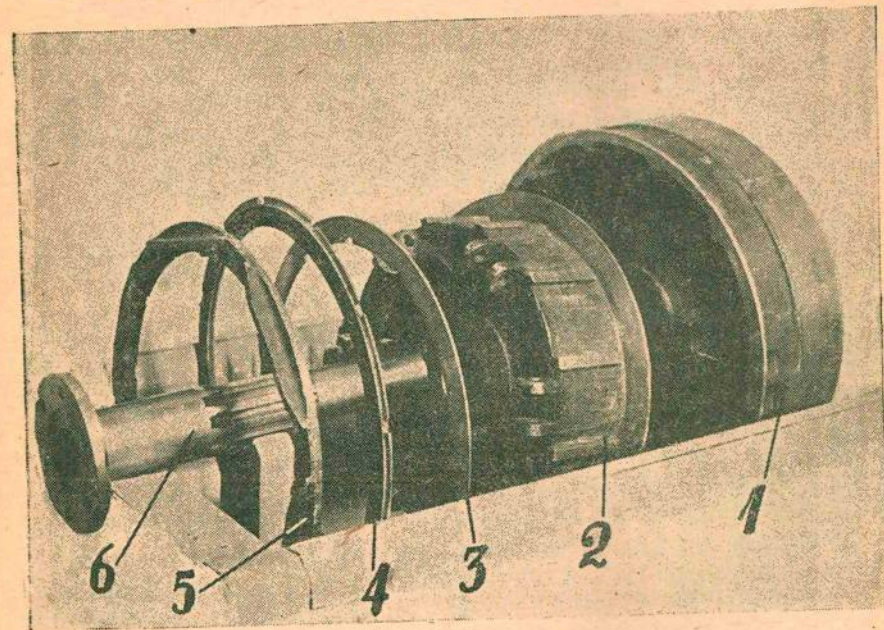

Рис. 53. Детали бортового фрикциона.
Бортовые фрикционы расположены в передней части танка и состоят из ведущих и ведомых частей фрикциона и привода к нему. К ведущим частям фрикциона (рис. 53) относятся вал фрикциона (9), внутренний барабан (2), шесть стальных дисков (10) и чугунный прижимной диск (5); к ведомым частям относятся: наружный барабан (1) и семь стальных дисков (11), обшитых фередо; к приводу управления относятся: двухплечий рычаг (7), нажимная муфта (8), нажимные рычаги (4), а также рычаги и тяги, идущие от места водителя к двухплечему рычагу.